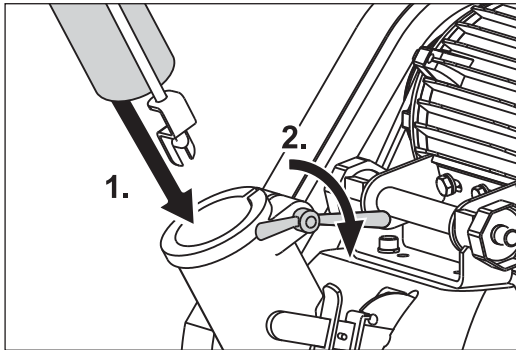

Abb. 2 Das Führungsrohr in das Maschinengehäuse stecken (1.). Die Flügelmutter anziehen (2.).
- 2 Stecken Sie das Führungsrohr in die hintere Öffnung am Maschinengehäuse (Abb. 2, 1.) und ziehen Sie die Flügelmutter fest (Abb. 2, 2.).